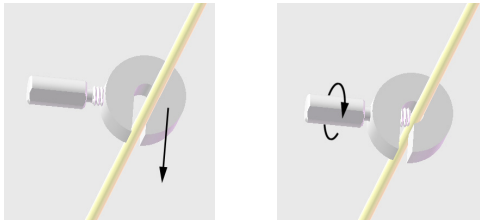

Figura 2: aplicar batente no elétrico DBS
5. Meça a profundidade pretendida do elétrico DBS com um medidor ou régua e aplique o batente do elétrico DBS nesse comprimento. Para aplicar o batente do elétrico DBS, prima o elétrico DBS para o centro do batente do elétrico e, depois, aperte o parafuso (Figura 2). Isso garantirá que o elétrico DBS seja inserido na profundidade correta.